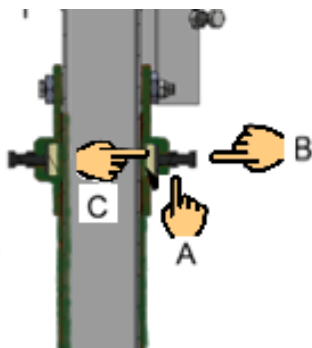

Figura 8.9 – Ex. mecanismos guia antifricção
- Desaperte a porca de travão **A** (*Figura 8.9*), e aperte o parafuso de afinação **B** até “sentir” o encosto do disco antifricção **C** no tubo interior.